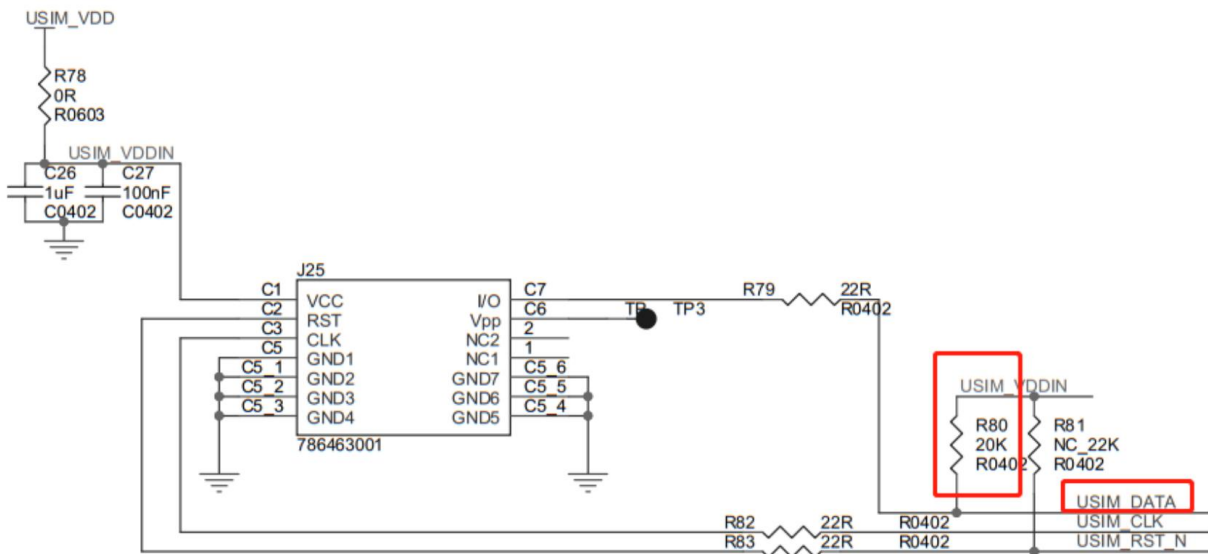

图 13 SIM 卡参考电路
1) SIM DATA 脚推荐加典型值为 20K 上拉电阻，不加上拉可能会存在部分 SIM 卡识无法正常识别的风险，影响通信。参考电路如图 13 所示。